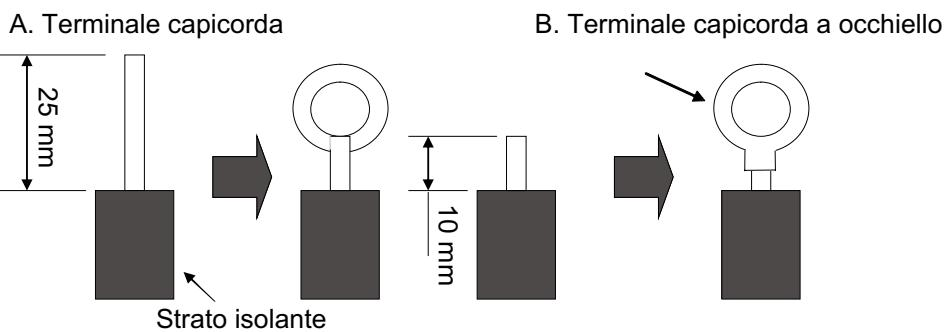

Fig.36
- (1). Per terminale capicorda (Fig.36).
- (1). Per terminale capicorda a occhiello (Fig.36).